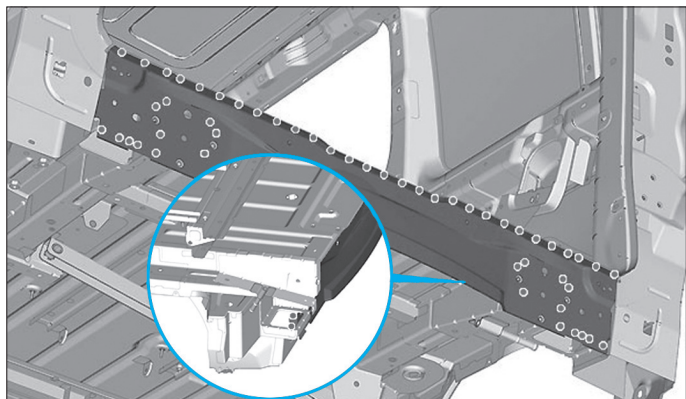

FIG. 111
- Souder par points électriques (Fig.111).